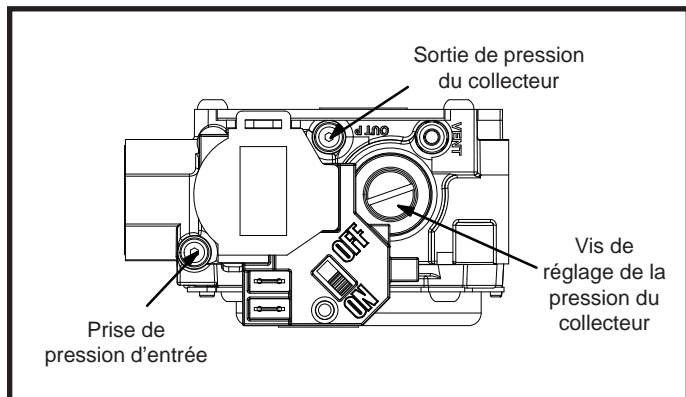

Figure 1. Robinet de gaz à un niveau de puissance
6. Faites glisser l'interrupteur de commande du gaz ou tournez le bouton de commande du gaz sur « **OFF** » (arrêt) (voyez la **Figure 1**).
8. Faites glisser l'interrupteur de commande du gaz ou tournez le bouton de commande du gaz sur « **ON** » (arrêt) (voyez la **Figure 1**).
4. Faites glisser l'interrupteur de commande du gaz ou tournez le bouton de commande du gaz sur « **OFF** » (arrêt) (voyez la **Figure 1**). Ne forcez pas.